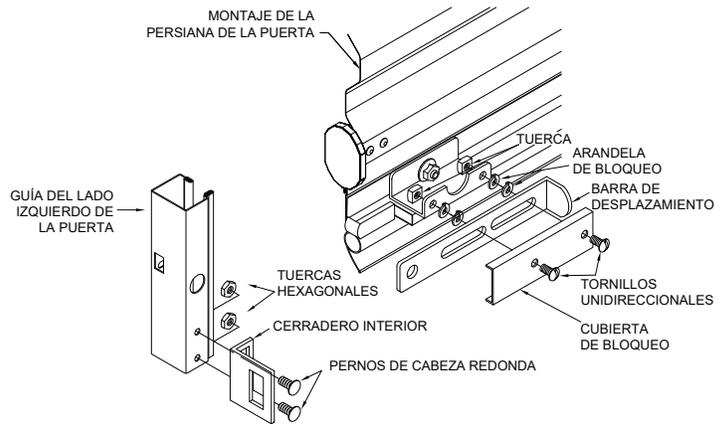

Figura 13.
Ensamble los componentes como se indica en la Figura 13, teniendo en cuenta que deben colocarse dos (2) arandelas de bloqueo de cuello alto sobre cada tornillo unidireccional de 1/4” para que la barra de bloqueo pueda deslizarse libremente.